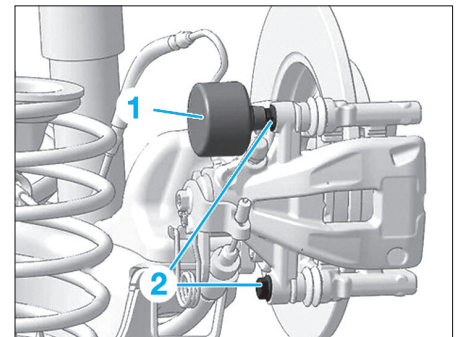

Fig. 7
- Déposer le batteur (1), puis les vis (2) (Fig.7).